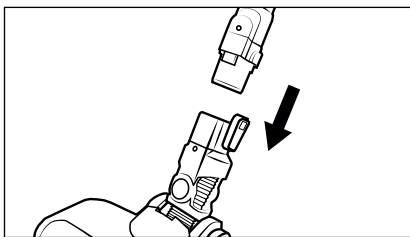

Fig. 2
- 2) Sæt sugerøret **24** ind i gulvbørsten **22**, indtil det klikker hørbart på plads (se fig. 2).